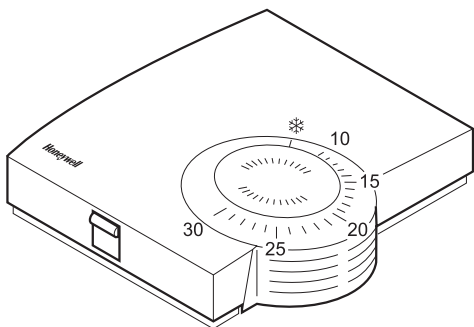

Fig. 15: Unitatea de cameră HCW 80 (setările de pe scală în °C)
- ▶ Selectați punctul de setare al temperaturii dorite în cameră cu ajutorul roțiței de reglare (vezi Fig. 15).
- ▶ Verificați dacă roțița de reglare este în poziția indicată în Fig. 15.